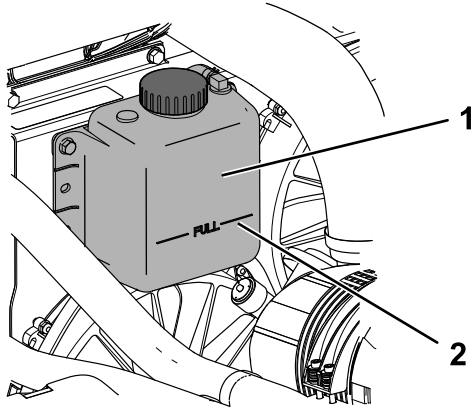

Figura 75
4. Compruebe el nivel de refrigerante del depósito de expansión (Figura 75).